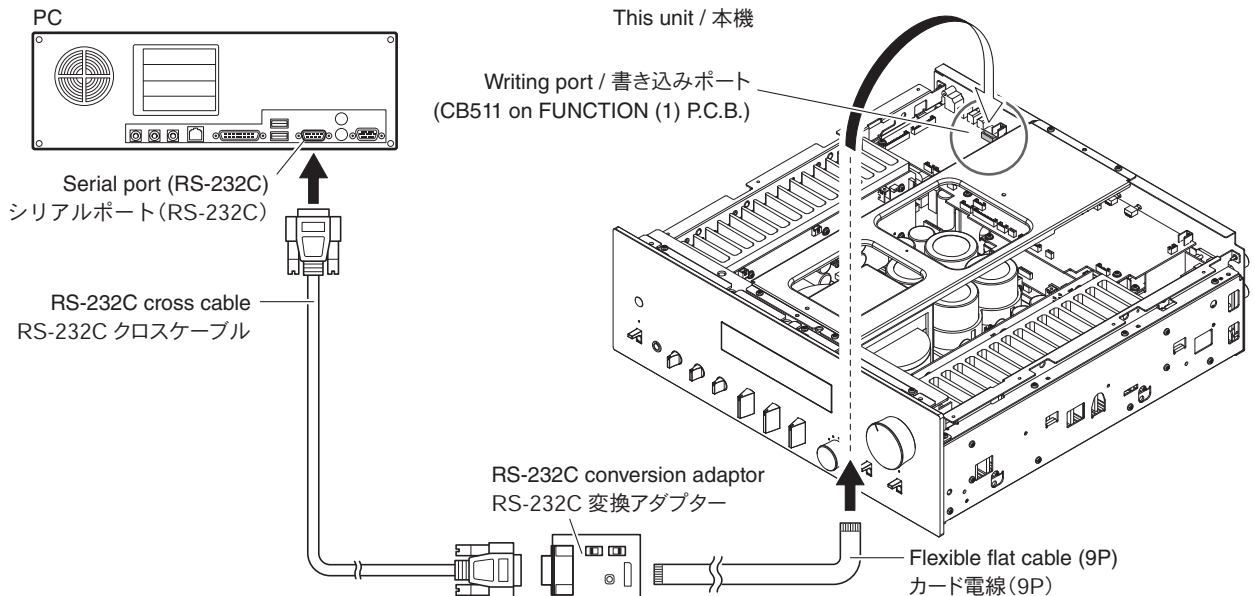

Fig. 2
- Connect the serial port (RS-232C) of the PC to the writing port (CB511 on FUNCTION (1) P.C.B.) of this unit as shown below. (Fig. 2)
- 本機の書き込み用ポート (FUNCTION (1) P.C.B. の CB511) と PC のシリアルポート (RS-232C) を下記のように接続します。(Fig. 2)